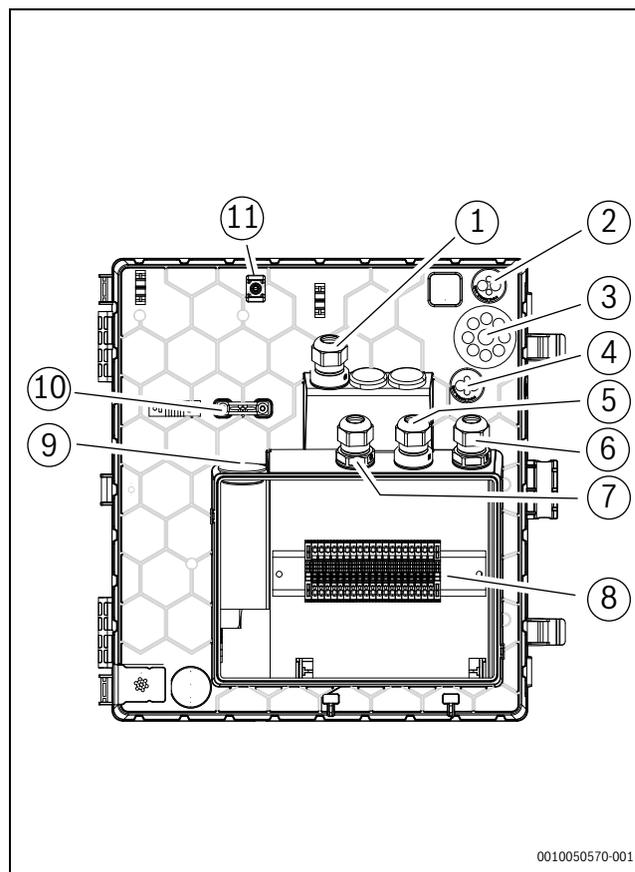

Fig. 31 Passe-câbles sur le boîtier électrique
3. Faire passer les câbles dans le boîtier électrique (→Figure 31).
Pour les passe-câbles (→ Figure 31 [2], [3], [4], [10]), une petite piqûre dans la membrane suffit, puis les lignes peuvent être enfoncées.
- ▶ Après l'insertion des câbles, serrer les presse-étoupes de câbles (→ Figure 31 [1], [5], [6], [7], [8]).
- ▶ Utiliser les points de fixation définis [12] pour fixer les câbles qui ont été insérés dans les entrées (→ Figure 31 [2], [3], [4]).